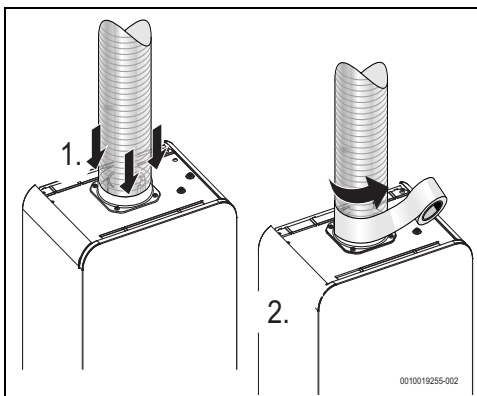

Fig. 18
- ser isolada com material adequado (Fig. 18)